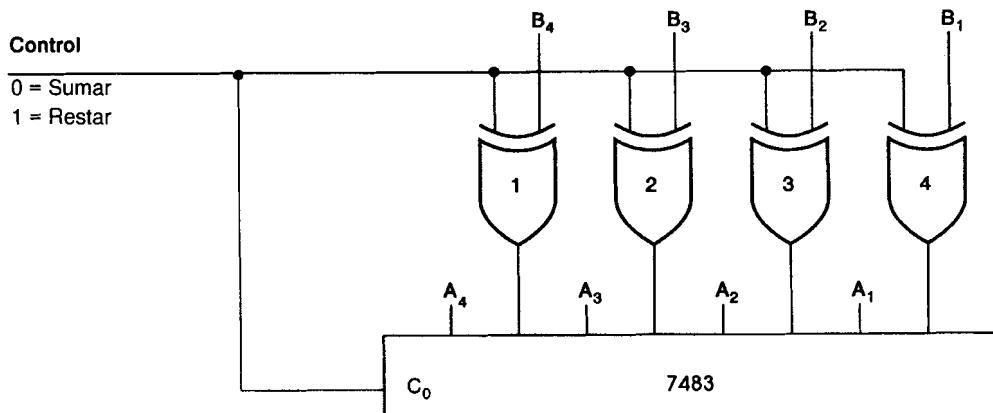

FIGURA 5-27
1. Véase la figura 5-27. Para el problema de suma déjese el número $B_4B_3B_2B_1$ sin cambio alguno, pero use el complemento a dos del sustraendo para la resta. El complemento se forma calculando el complemento a uno y luego sumándole 1. El complemento a uno puede obtenerse mediante el empleo de compuertas OR exclusivo, tal como se hizo en el restador de complemento a uno. Después puede sumarse un 1 para formar el complemento a dos al conectar la señal de control directamente a C_0 .